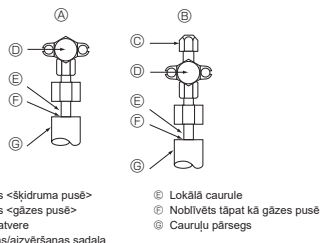

Fig. 4-4
4.4. Aukstumaģenta cauruļu hermētiskuma pārbaudes metode (Fig. 4-4)